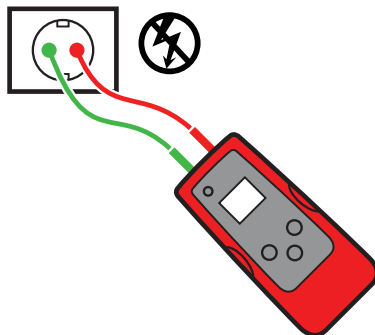

Figure 3.5a
3. Raccordez les câbles d'essai rouge et vert aux fils de ligne et neutre de la même prise ou du même fil (voir figure 3.5a).\*